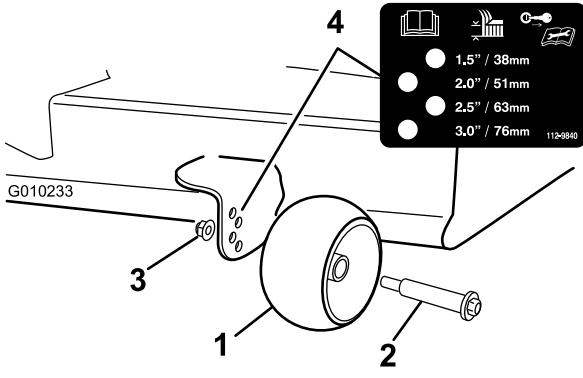

Figura 26
3. Ajuste los rodillos protectores del césped según se muestra en Figura 26 a la posición de altura de corte más próxima.